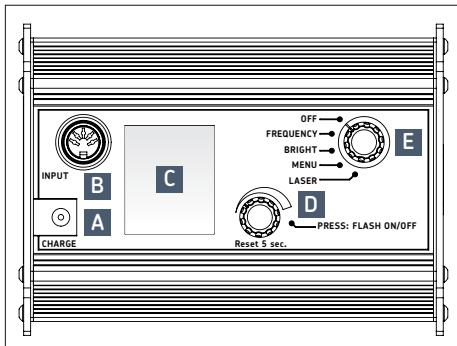

Fig. 1 – Estroboscópio SKF TKRS 41
5.1 Conectores (\rightarrow fig. 1)
1. Carregue o equipamento. Conecte o carregador ao soquete CHARGE (A) na parte de trás do equipamento (\rightarrow fig. 1).
2. Aponte o equipamento na direção de um objeto móvel e ligue o interruptor. Gire o seletor (E) um nível para a esquerda, para "FREQUENCY".